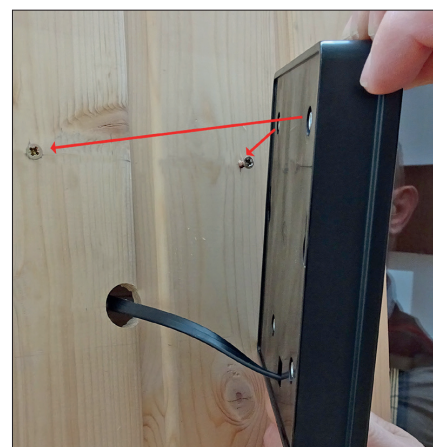

Fig. 3
- VI. Pour finir, accrochez l'unité de commande aux vis précédemment fixées (Fig. 3).